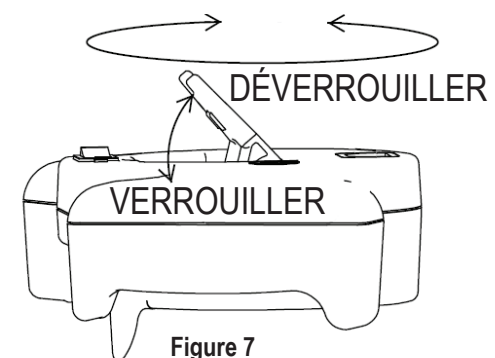

Figure 7
2. Réglez l'angle en faisant pivoter le loquet d'index de tête vers le haut (Figure 7). Positionnez la poignée à l'emplacement souhaité (rotation totale de 180 degrés).